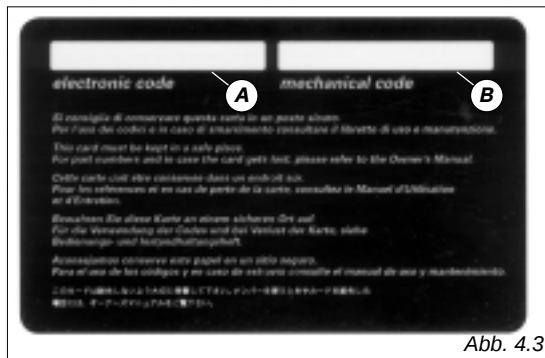

Abb. 4.3
A) (Abb. 4.3) der für einen eventuellen Notstart zu verwendende elektronische Code;
B) (Abb. 4.3) der mechanische Schlüsselcode, den Sie beim Kundenservice der DUCATI angeben müssen, falls Sie Ersatzschlüssel benötigen.